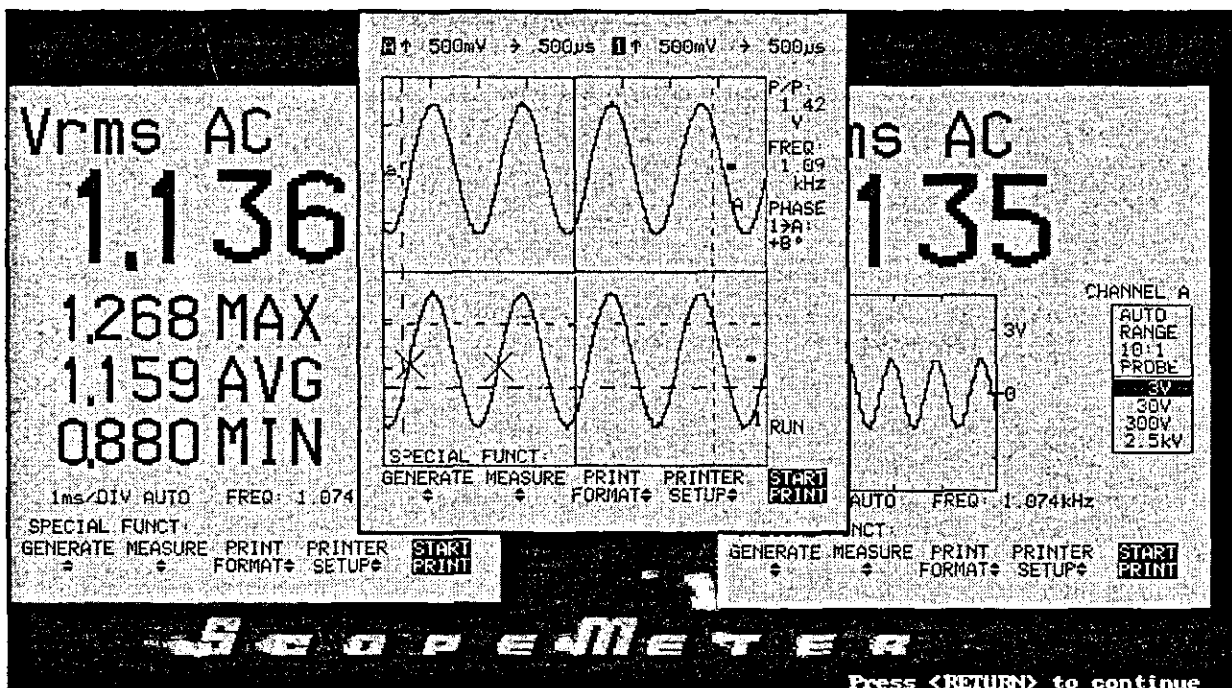

Figure 9 :Écran d'ouverture du programme «97» pour le transfert des données de l'oscilloscope vers l'ordinateur et la création de fichiers .BWV et .WAD.
| Figure 9 : Écran d'ouverture du programme «97» pour le transfert des données de l'oscilloscope vers l'ordinateur et la création de fichiers .BWV et .WAD | 11 |
- 1) Appelez le répertoire «FlukeTFR» (cd FlukeTFR) et tapez 97. L'oscilloscope doit être relié au port de communication COM 1. Tapez 97 2 s'il est relié au port COM2. Des dessins verts apparaissent à l'écran (fig.9), faites retour. «Com1 : Baud Rate 9600» apparaît au haut de l'écran. Si la communication a réussi avec l'oscilloscope, «ScopeMeter model 97; V4,02; 92-11-03» apparaît au bas de l'écran maintenant de couleur bleue. Si le message «ScopeMeter Not Responding» apparaît, c'est que l'oscilloscope n'est pas allumé. Allumez-le et recommencez la procédure.